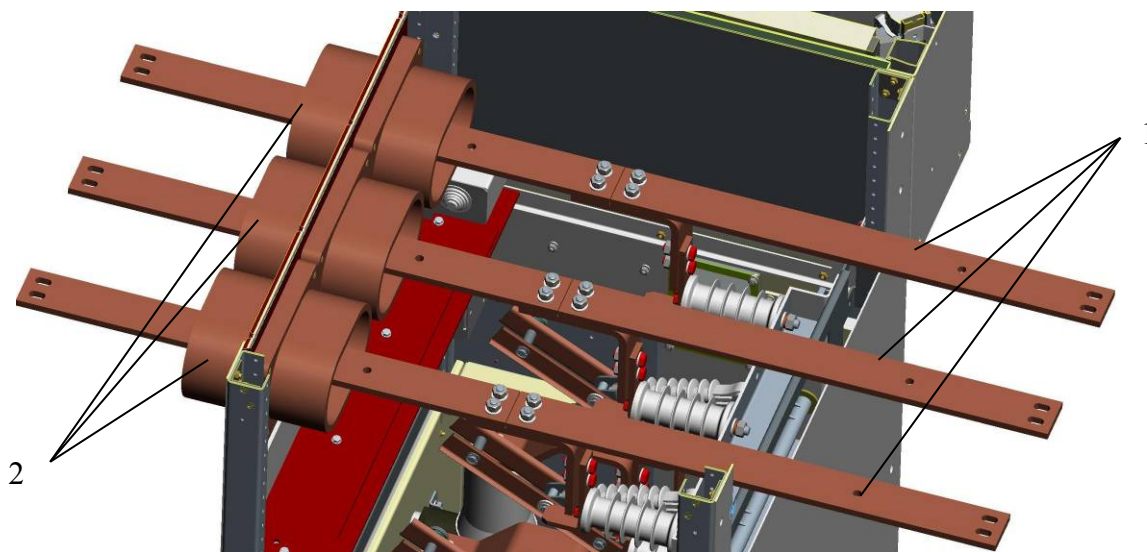

Рисунок 23 - Монтаж сборных шин
- выполнить монтаж сборных медных шин 1 (рисунок 23), входящих в комплект поставки, пропустив их через проходные изоляторы 2.